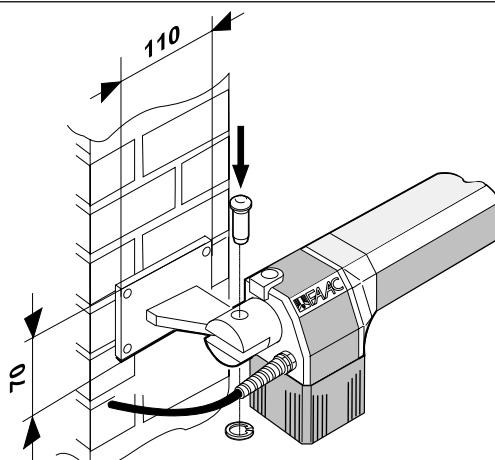

Abb. 3
Bei gemauerten Pfeilern eine entsprechende Anschlußplatte (Abb. 3) einlassen und diese mit dem Anschluß verschweißen.
- 2) Antrieb anhand der mitgelieferten Schraubverbindungen (Abb. 3) am hinteren Anschluß befestigen.
Achtung: der Montagesatz enthält den rechten und linken Antrieb. Die korrekte Einbauposition des Antriebs gemäß Abb. 3 befolgen.